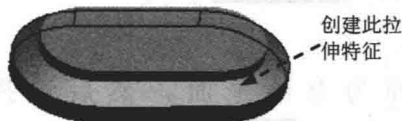
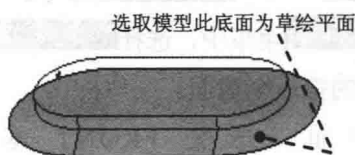
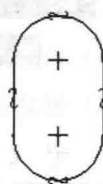

图 1.7 拉伸特征 2
图 1.8 设置草绘平面
图 1.9 截面草图
④ 关闭“类型”对话框, 以结束“偏距边”的选取。
⑤ 单击“草绘完成”按钮.
(6) 指定各截面间的距离。选择 **Blind (盲孔)**  **Done (完成)**, 在系统  输入截面2的深度的提示下, 输入第二个截面到第一个截面的距离值 10.0 并单击 按钮。
(7) 单击信息对话框中的 **预览** 按钮, 预览所创建的混合特征, 然后单击 **确定** 按钮, 完成特征的创建。
Step4. 创建图 1.7 所示的拉伸特征 2。选择下拉菜单 **插入(I)**  **拉伸(E)** 命令。选取图 1.8 所示的模型底面作为草绘平面, RIGHT 基准面为参照平面, 方向为 **右**; 用“使用边”命令绘制图 1.9 所示的特征截面, 深度类型为 , 深度值为 15.0。